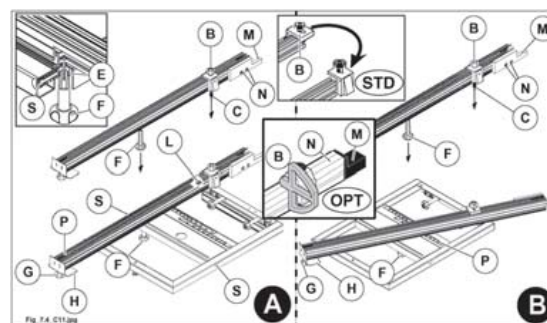

Fig. 7.4
- Posizionare la riga telescopica in modo da mandare il perno (C fig. 7.4) in battuta contro il lardone (L fig. 7.4); il lardone (L fig. 7.4) è registrato dai nostri tecnici, e serve per posizionare velocemente la riga telescopica alla giusta distanza dalla lama sega (solo nella posizione a 90°).
- Posizionare la riga telescopica in modo da mandare il perno (E fig. 7.4) in battuta sul dispositivo (S fig. 7.4).
- Serrare il pomello (F fig. 7.4).
- Per l'uso posizionare le battute (B fig. 7.4) facendo riferimento alla riga metrica (P fig. 7.4).
- Per l'uso posizionare la riga facendo riferimento alla targhetta (P fig. 7.4).
La riga è dotata di una estensione estraibile a canocchiale (H fig. 7.4) la quale se necessita si può allungare dopo aver allentato il pomello (G fig. 7.4).
STD Quando il paraschegge (M fig. 7.4) si usura, avvicinarlo alla lama sega allentando le due viti (N fig. 7.4). La riga telescopica viene fornita con le battute (B fig. 7.4). Queste si possono velocemente posizionare per lavorazioni in appoggio o in spinta, sfilandole dalla riga per rimontarle dal lato opposto della stessa.
OPT Quando il paraschegge (M fig. 7.4) si usura, avvicinarlo alla lama sega allentando il grano (N fig. 7.4). La riga telescopica viene fornita con le battute (B fig. 7.4). Queste si possono velocemente posizionare per lavorazioni in appoggio o in spinta semplicemente ribaltandole.